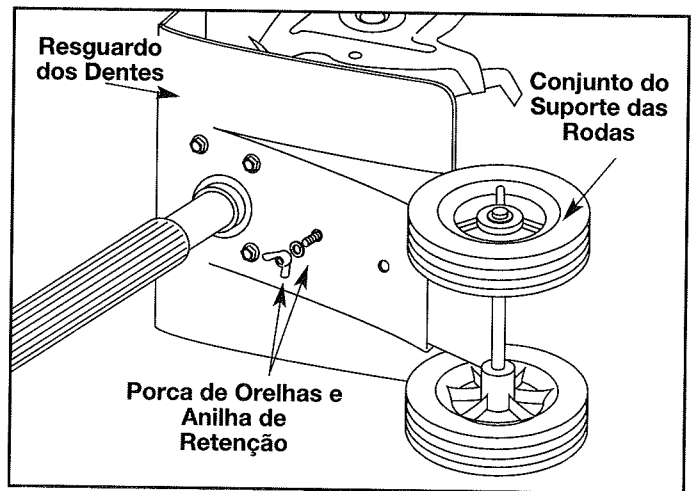

Fig. 2
1. Com a unidade deitada de lado, coloque o conjunto do suporte das rodas na parte de baixo do resguardo dos dentes (Fig. 2).
3. No lado de cima do resguardo dos dentes, instale uma anilha de retenção e uma porca de orelhas em cada uma das cavilhas (Fig. 2).